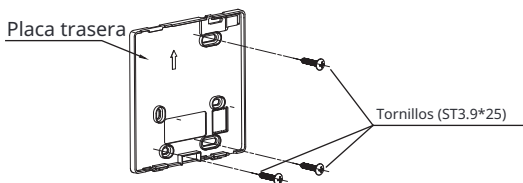

Fig. 3-3
- Para montaje expuesto, fije la placa trasera en la pared con los 3 tornillos (ST3.9*25) y tacos. (Fig. 3-3)